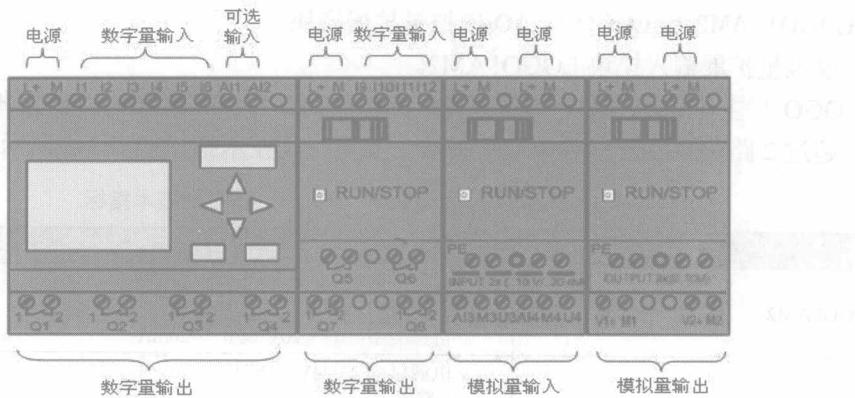

图 1-10 含模拟量输出的配置
(2) LOGO! 含模拟量输出的配置。图 1-10 所示的是 LOGO! 含模拟量输出的配置情况。